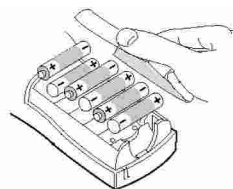

Рисунок 2
1. Снимите крышку отсека для батарей (см. рисунок 2).